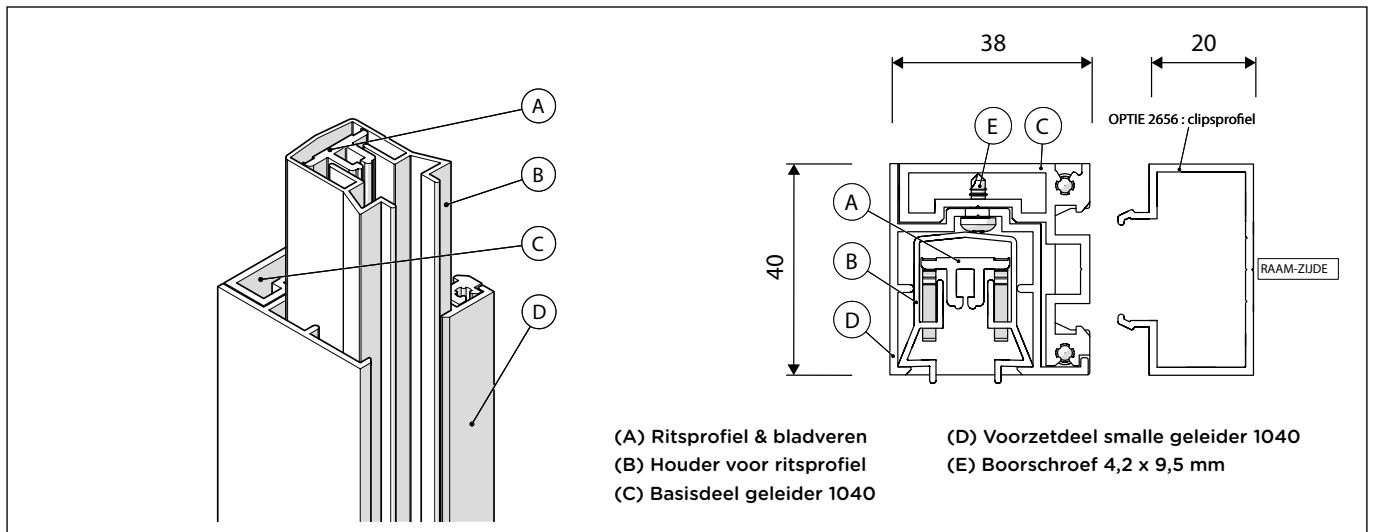

Abb. 7b: Allgemeiner Aufbau und Querschnitt der Führungsschiene 1040
Die schmalen Führungsschienen 1040 bestehen aus einer Basiskomponente (C), einem Vorsatzteil (D) und einem Halter (B) mit Reißverschlussprofil (A). An der Unterseite der Basiskomponente der Führungsschienen befindet sich jeweils eine Abschlussplatte aus Aluminium. Das Vorsatzteil wird mithilfe der mitgelieferten Bohrschrauben an der Basiskomponente befestigt (siehe Abbildung 7b). Erst wenn das Vorsatzteil fixiert ist, kann der Halter zusammen mit dem Reißverschlussprofil eingebracht werden. Der Halter und das Reißverschlussprofil sind jedoch 35 mm länger als die Führungsschiene.